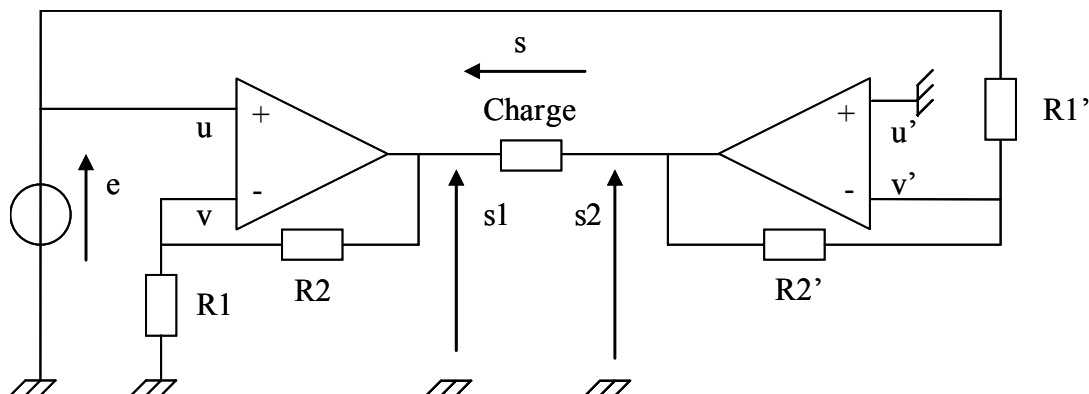

Figure 2
2.6 Soit le montage de la figure 2. Retrouver la relation $s_1=f(R_1,R_2 ,e)$.